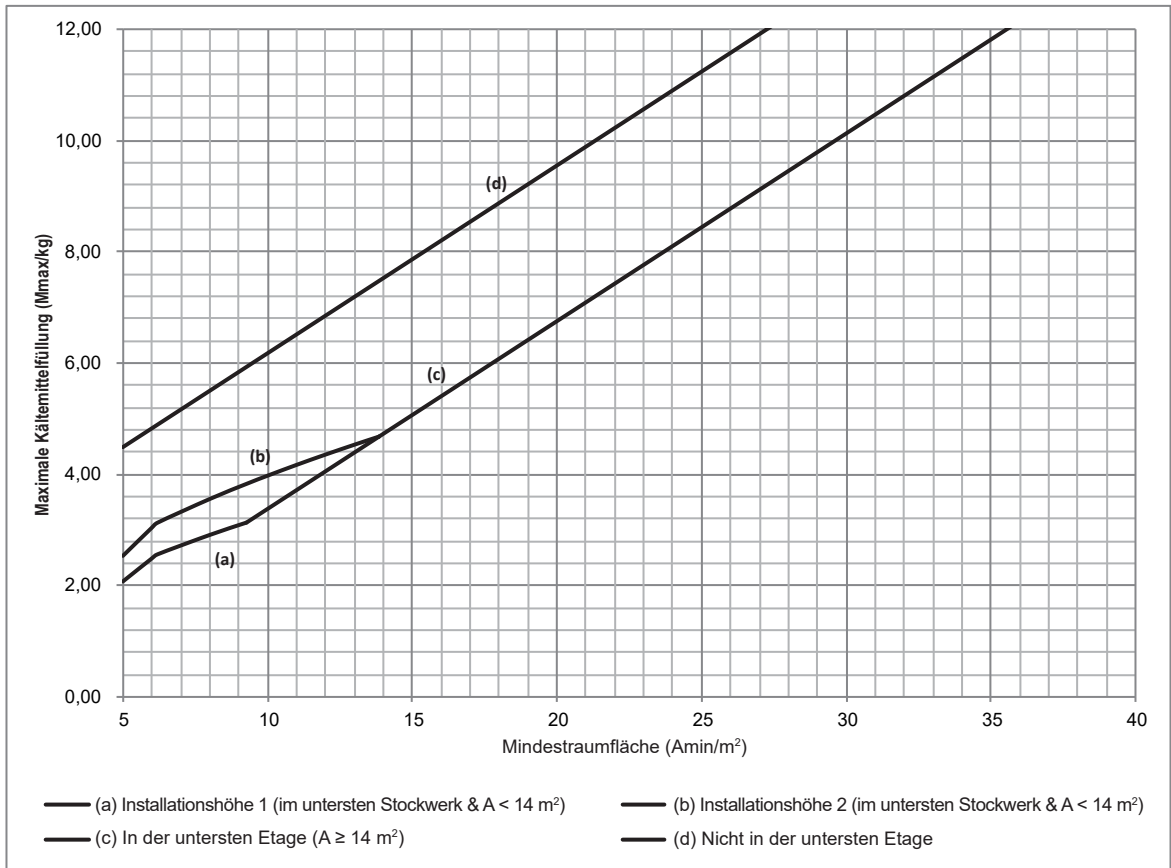

Abbildung 1-5
- Wenn das System auf Fall (d) in Abbildung 1-4 und Tabelle 1-4 oder Abbildung 1-5 und Tabelle 1-5 zutrifft, darf die Mindestraumfläche für ein 8-10 kW Außengerät nicht weniger als 7 m^2 und die Mindestraumfläche für ein 18 kW Außengerät nicht weniger als 10 m^2 betragen.